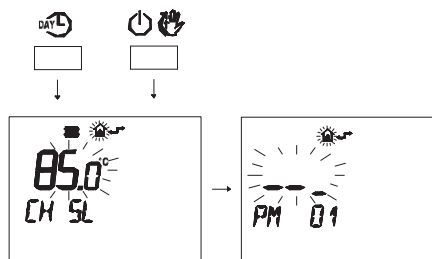

Figura 5.50
- Premere contemporaneamente i pulsanti **DAY** e **IP** per entrare nella programmazione trasparente (Figura 5.50).